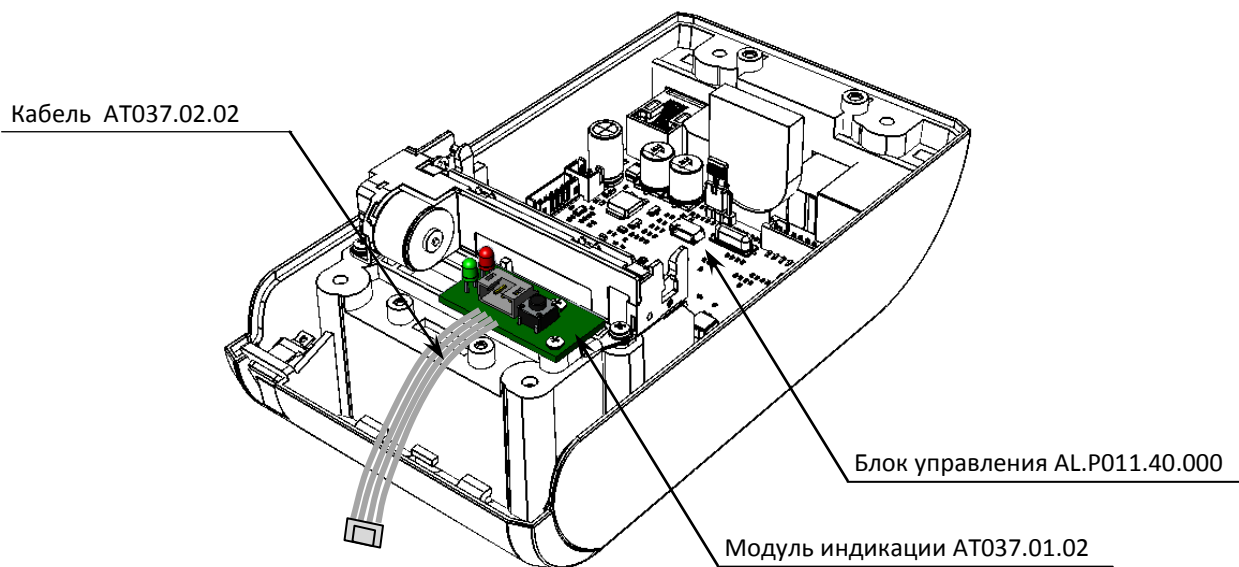

Рисунок 9. Расположение модуля индикации АТ037.01.02 в корпусе ККТ
- **БУ** AL.P011.40.000 устанавливается на нижнюю часть корпуса (смотрите рисунок 9).